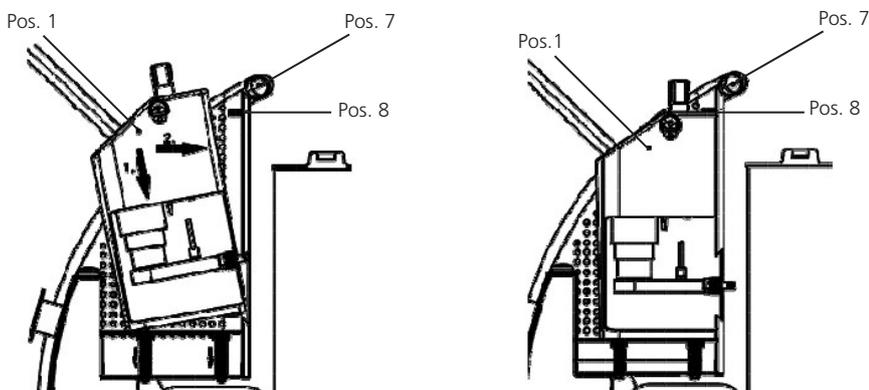

Abbildung 3: PODS pro - Ansicht 3
- › Den Partikelzähler (Pos.1) gemäß Abbildung 3 in den Geräteträger (Pos.7) drücken, sodass der Haltewinkel (Pos.8) einrastet.